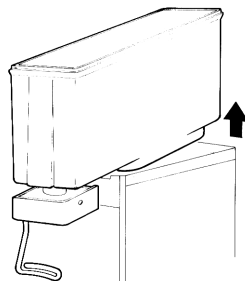

figure 2
- 4 Enlever le réservoir vide en le levant du côté postérieur (opposé au côté robinets) et en le défilant de son joint (voir figure 2).